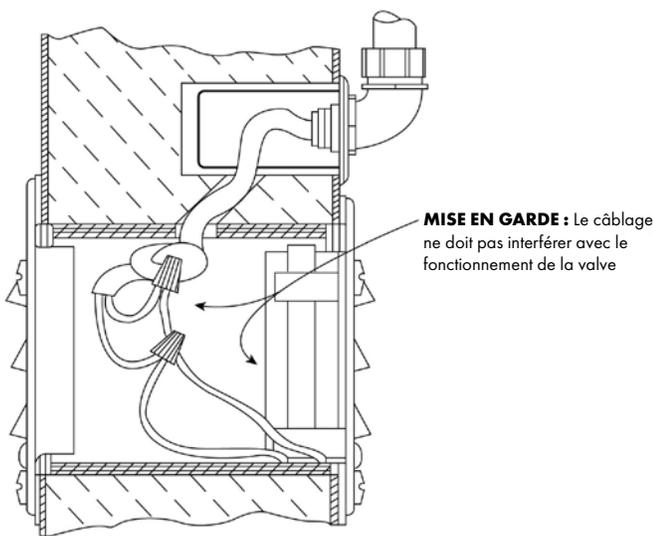

Fig. 4
9. Terminer les branchements électriques au niveau de la boîte de raccordement (Figure 4).